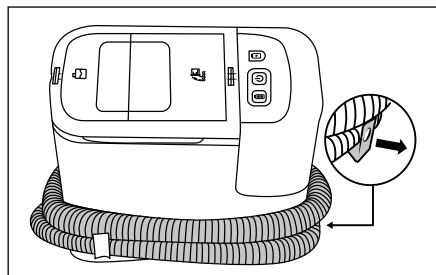

Fig. 10
- ♦ Tag slangeholderen 15 ud af produktet. Læg sprøjte-/sugeslangen 19 om produktet, og brug slangeholderne 15/16 hertil (se fig. 10).